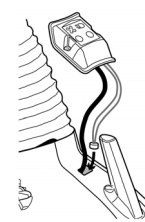

Fig.11
6) スポットライトのケーブルをフード内部に挿入してください。(Fig.11)